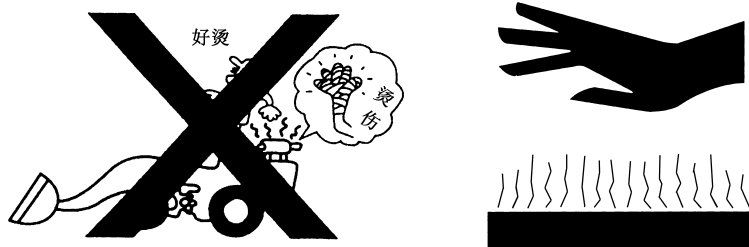

Рис.2-18
- При горячей машине не трогать корпуса двигателя или звукоглушителя, выхлопной хвостовой трубы, реле во избежание обжога. (Рис.2-18)